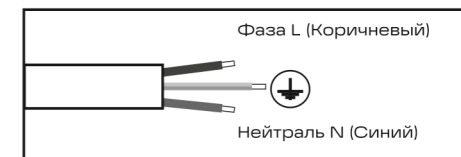

Рис. 5
- Выполните электрическое подключение осветительного прибора согласно рис. 5.